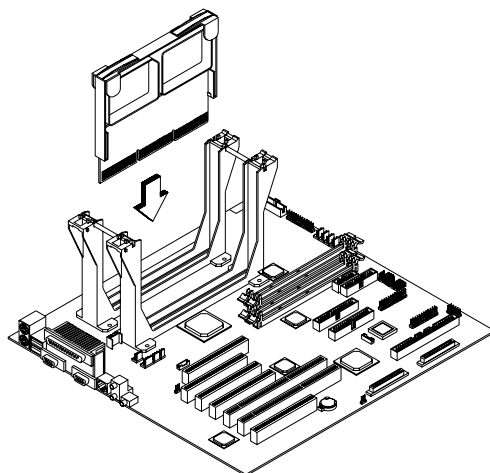

図 3-10 ターミネーターボード
1. 図3-10に示すように、空のスロットにターミネーターボードを合わせます。